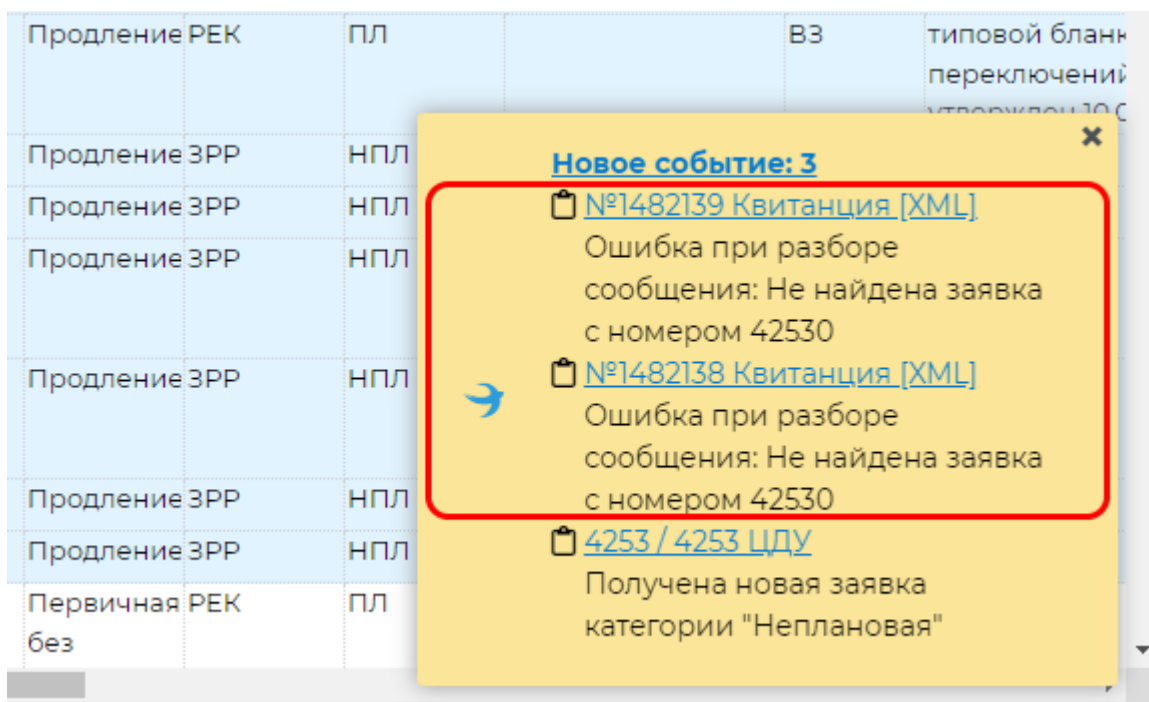

Рисунок 15.3 – Переход к журналу сообщений из информационной панели
- из информационной панели (шторки), которая отображается при наступлении события (Рисунок 15.3).